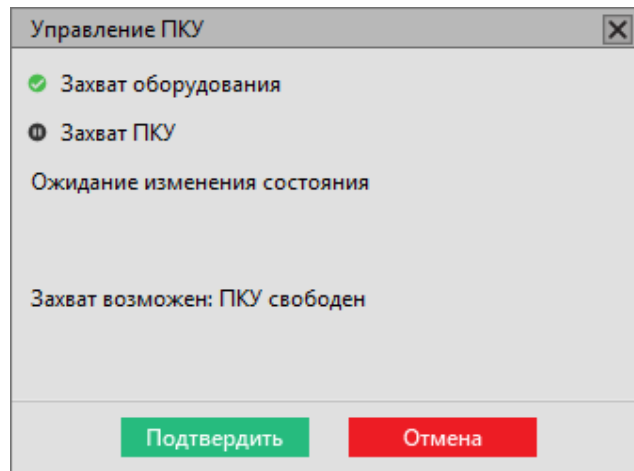

Рисунок 194 - Управление ПКУ
2. Подтвердите свои действия в диалоговом окне (Рисунок 194).